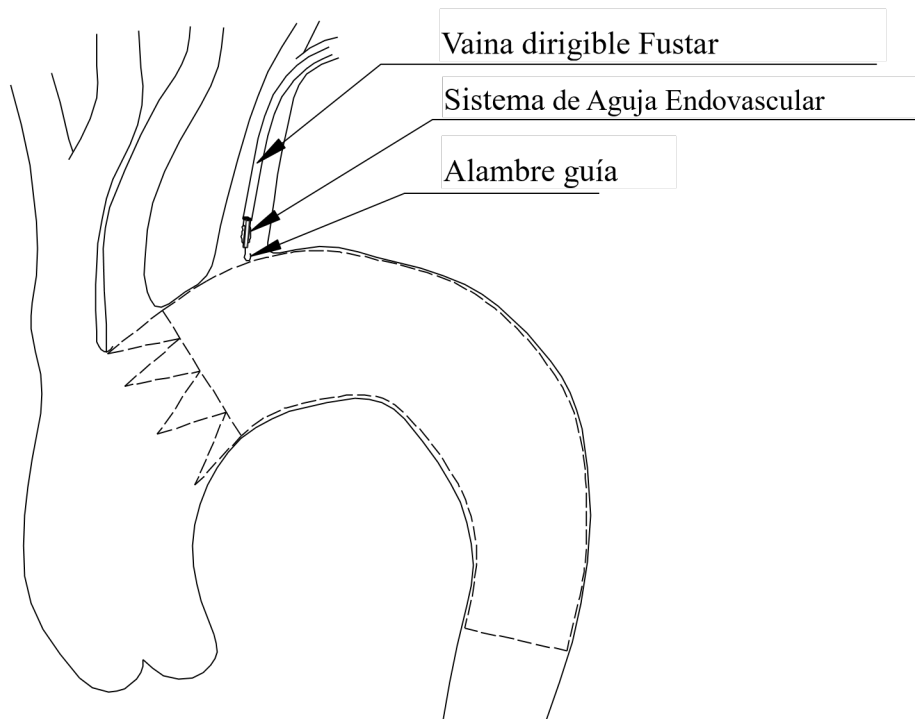

Figura 4 Colocación del Sistema de Aguja Endovascular
- Si elige la especificación del Sistema de Aguja Endovascular sin balón, inserte el sistema de aguja directamente en la vaina curvada ajustable a través del alambre guía hasta que se ponga en contacto con el stent graft. No extienda la vaina curvada ajustable, la punta de la vaina curvada ajustable también está en contacto con el stent graft; • Según la Figura 4.